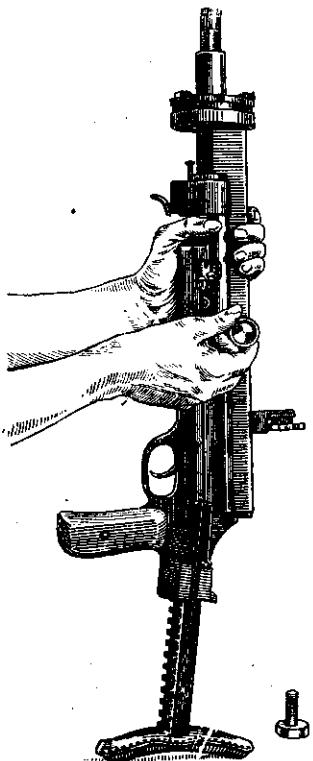

Рис. 29. Прием отвинчивания соединительных винтов.
1) Отвинтить винты упора возвратно-боевой пружины и соединительной планки (рис. 29).